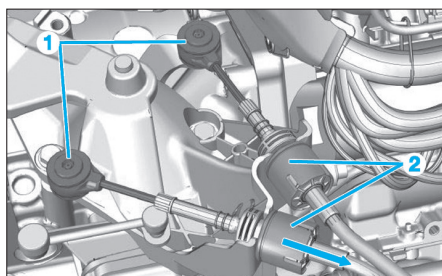

Fig. 7
- A l'aide de l'outil [1], désaccoupler les rotules (1) (Fig.7).
- Pousser vers le bas pour déverrouiller les attaches de maintien des câbles (2).